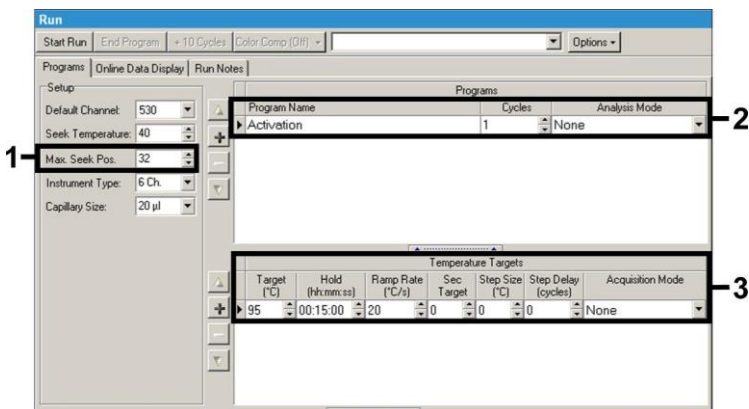

Fig. 6: Initial aktivering af Hot Start enzymet.
Derefter kan der oprettes en temperaturprofil til detektion af *Borrelia*-DNA på Deres *LightCycler 2.0* instrument, som består af de følgende tre arbejdsstrin (se Fig. 6 - 8).
- A. Initial aktivering af Hot Start enzymet Fig. 6
Bemærk, at der først skal indtastes antallet af de for denne PCR-kørsel forberedte kapillarer (*Max. Seek Pos.*) (se Fig. 6).